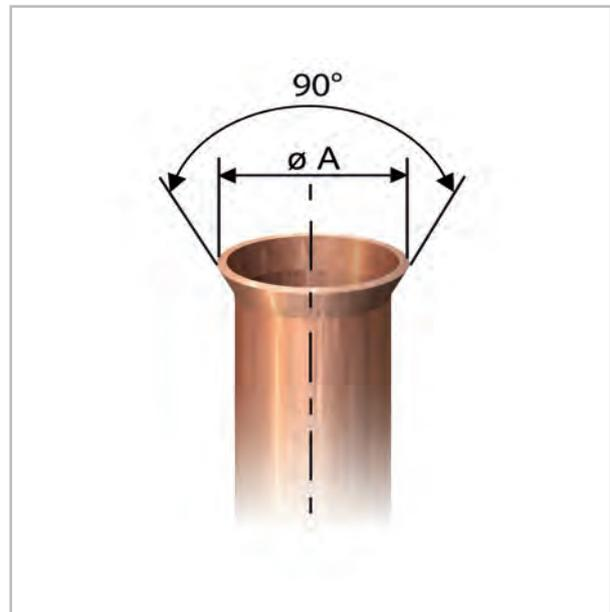

Abb. 15: Korrekte Bördelform
10. ➤ Überprüfen Sie, ob der Bördel eine korrekte Form aufweist (Abb. 15).